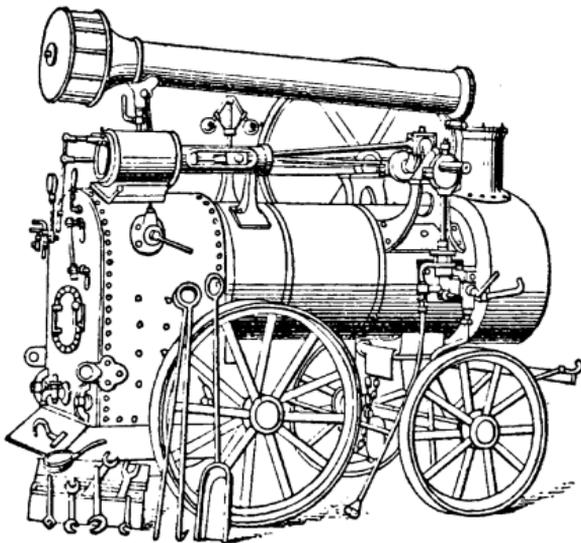

Fig. 372.
**Locomobile (fig. 372).** — Moteur à vapeur monté sur roues pour permettre de la déplacer à volonté de lieu en lieu.